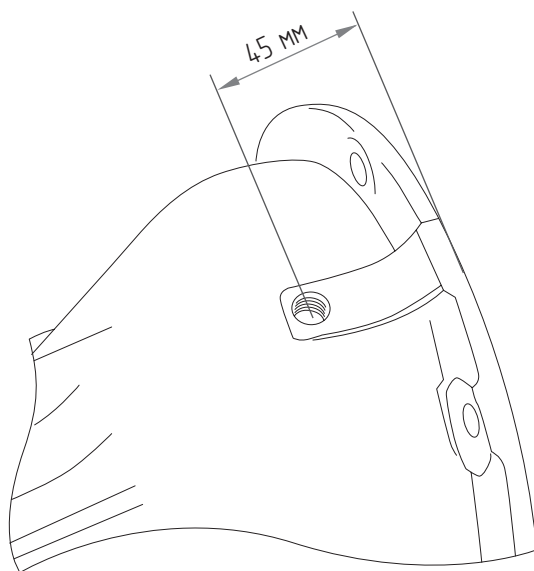

Рис. 2
1. Просверлите сквозное отверстие диаметром 10,7 – 10,8 мм в технологическом приливе верхней части картера моста, отступив 45 мм от края картера (**Рис. 2**).